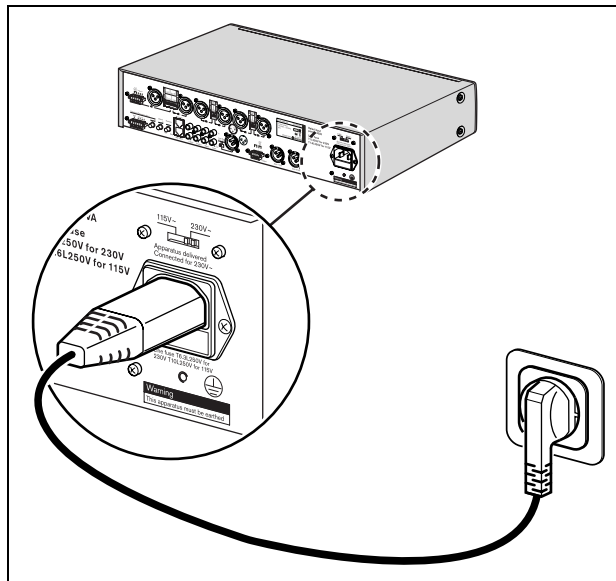

figura 5.1: Selector de tensión
- 1 Asegúrese de que el selector de tensión (115 V/ 230 V) esté correctamente ajustado a la tensión principal del país (consulte figura 5.1).